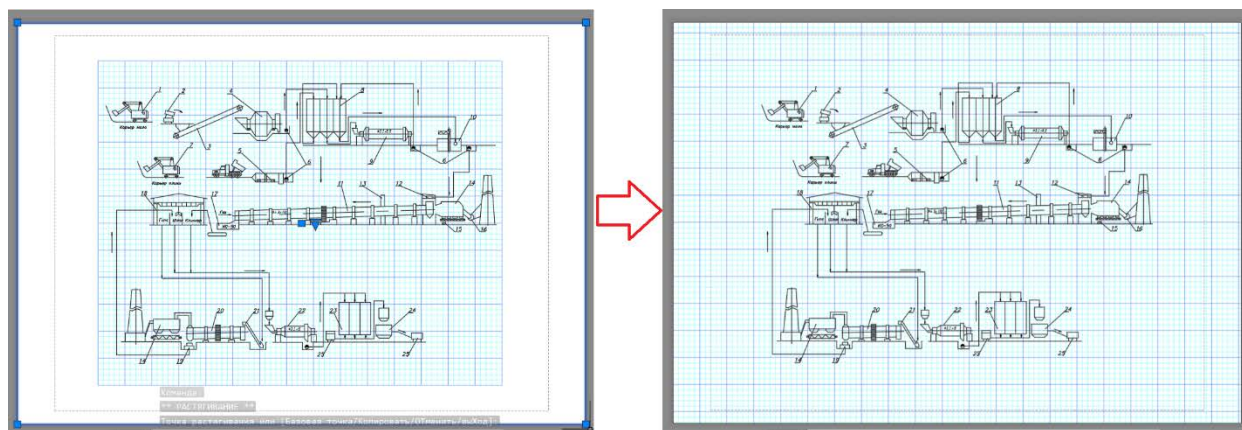

Рис. 124. «Растягивание» графического пространства с чертежом
3. «Растянуть» графическое пространство до краев. Этого можно достичь, перейдя в пространство Модель и вернувшись обратно в пространство Лист (рис. 124).